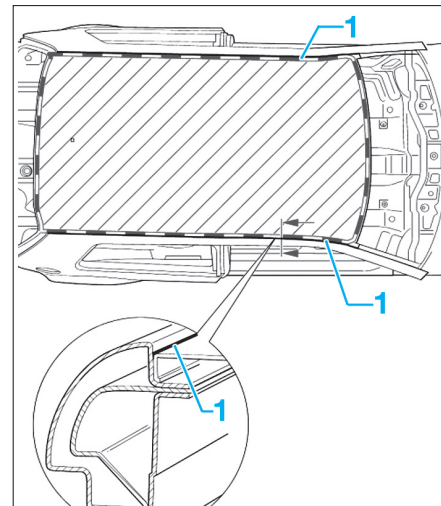

FIG. 76
Le pavillon est assemblé par un cordon au laser (1) (Fig.76) et collé sur les traverses de pavillon.